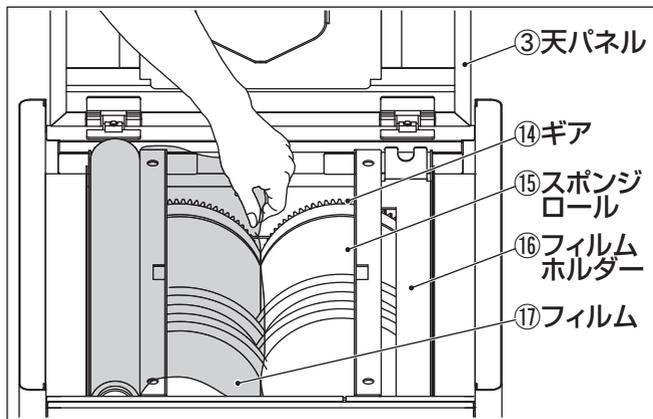

図7 フィルムのセット1
3. 片方のフィルムホルダー⑯にフィルム⑰をセットし、ギア⑭にかかるように広げて中央まで引き出してください。 P9 図7 参照